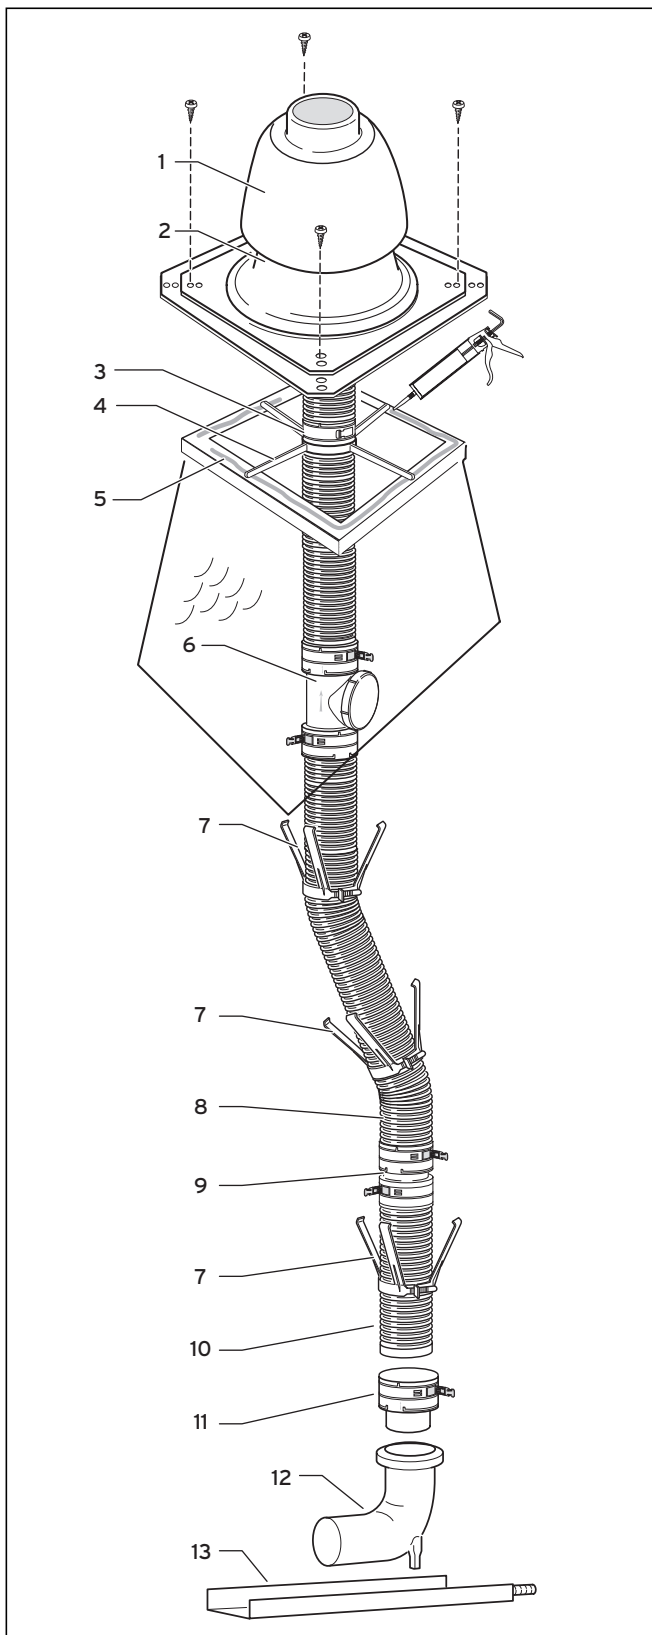

Bild 6.23 Systemkonstruktion, flexibelt rökgasrör
- Skjut in rökgasrörets nedre ände (10) så långt det går i skarvstycket (11) och fäst det med klicklås.
- Montera avståndshållarna (7 se bild 6.23) på rökgasröret med högst 2 meters avstånd från varandra.
- Sätt monteringsfästet (4) över rökgasröret (8) på skorstenkanten, se bild 6.23.
6.7.3 Montage av skorstenshuv av plast (PP)
- Skjut på kopplingsringen (3) på rökgasröret (8) och fixera den på monteringsfästet (4) med klicklåsen. Rökgaskanalen hänger nu i monteringsfästet.
- Täta skorstenens kant/myrning (5) med silikon.
- Fäst skorstenshuvens fot (2, bild 6.23) på skorstenkanten med fyra skruvar.